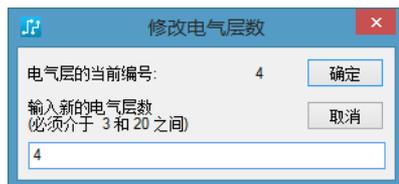
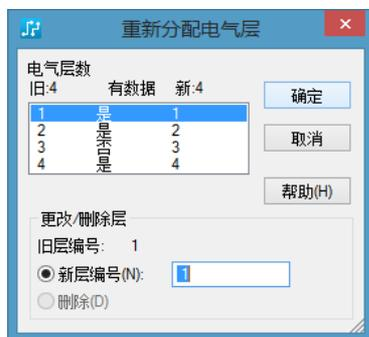

图 10-10 “修改电气层”对话框
图 10-11 “重新分配电气层”对话框
(1) 设置板层数 单击“电气层”选项组中的“修改”按钮,弹出如图 10-10 所示的对话框,在该对话框中的文本框内输入“4”,即定义当前设计的板层数为 4。单击“确定”按钮,退出“修改电气层”对话框,弹出如图 10-11 所示的对话框,单击“确定”按钮退出该对话框,完成板层数的设置。
(2) 层的名称、类型、布线方向设置